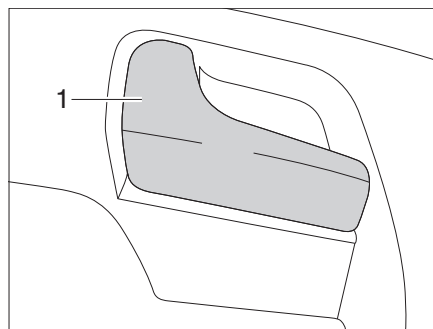

Fig. 47 Puerta del conductor, en el interior
- Tirar del tirador (Fig. 47,1). Se desbloqueó la cerradura de la puerta.